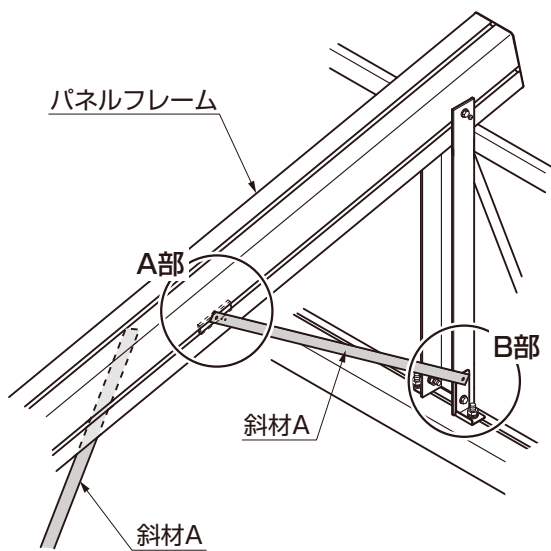

図3-3 【16-6】取付け位置
- 斜材Aをパネルフレームと取付ける【16-6】は「傾斜上側」と「傾斜下側」で位置が異なります。(図3-3参照)